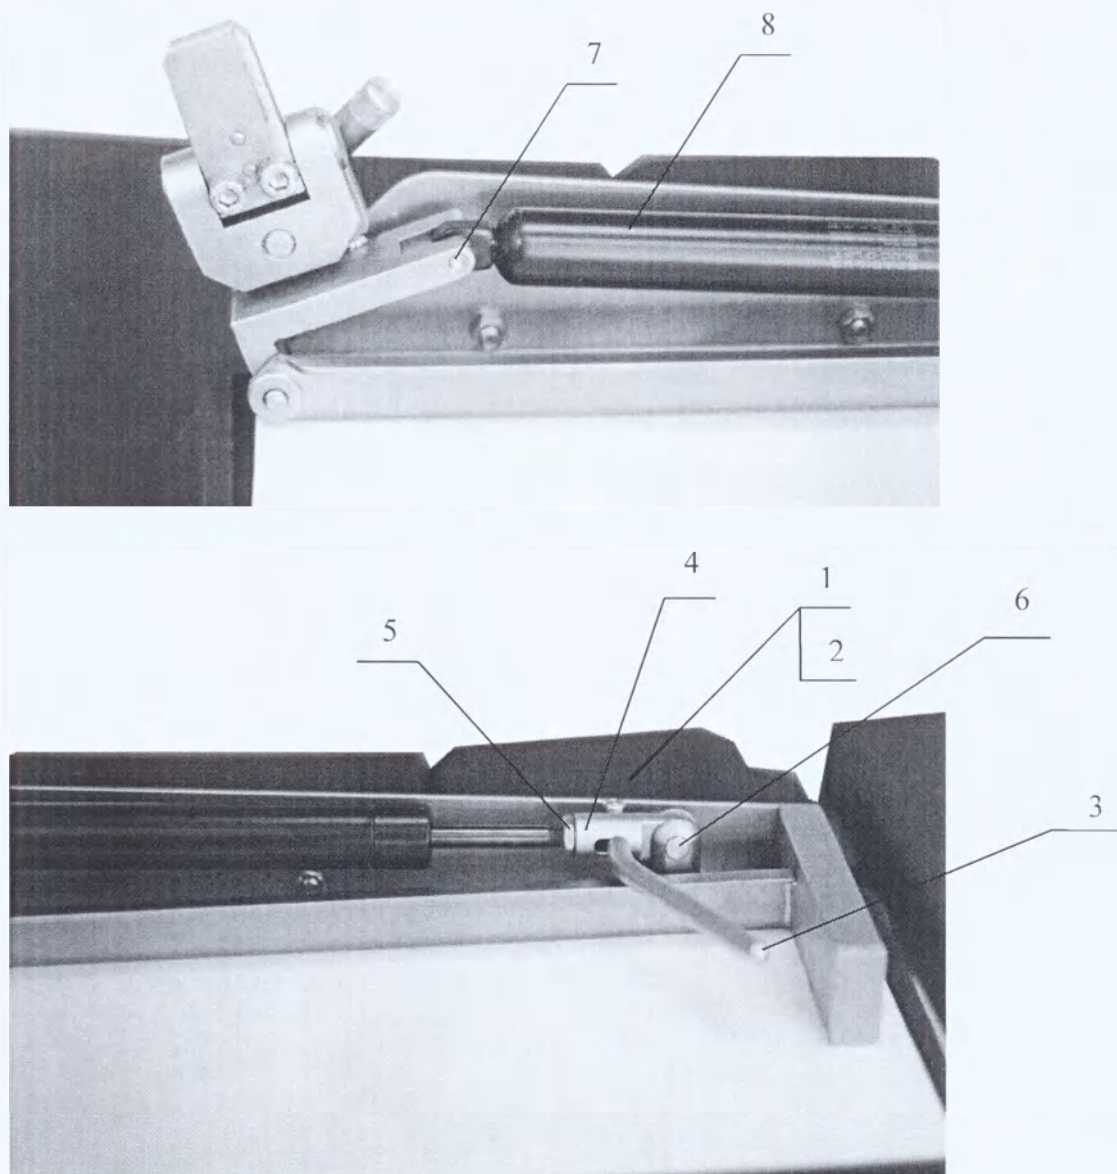

Рисунок 14.
- 11.4.4.1 Отверните винты 1 (Рисунок 14) и втулки 2.